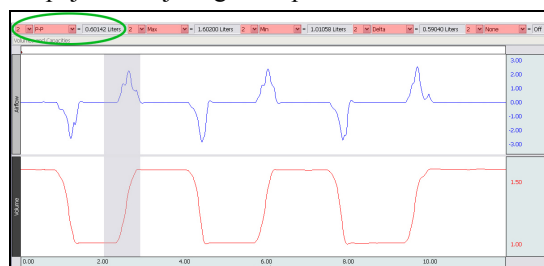

Fig. 12.15 La Validación de la Calibración muestra el resultado P-P de 0.6 litros
- Medir P-P en el CH2 Volumen (Fig. 12.15) para confirmar que el resultado concuerda con el volumen de la jeringa: